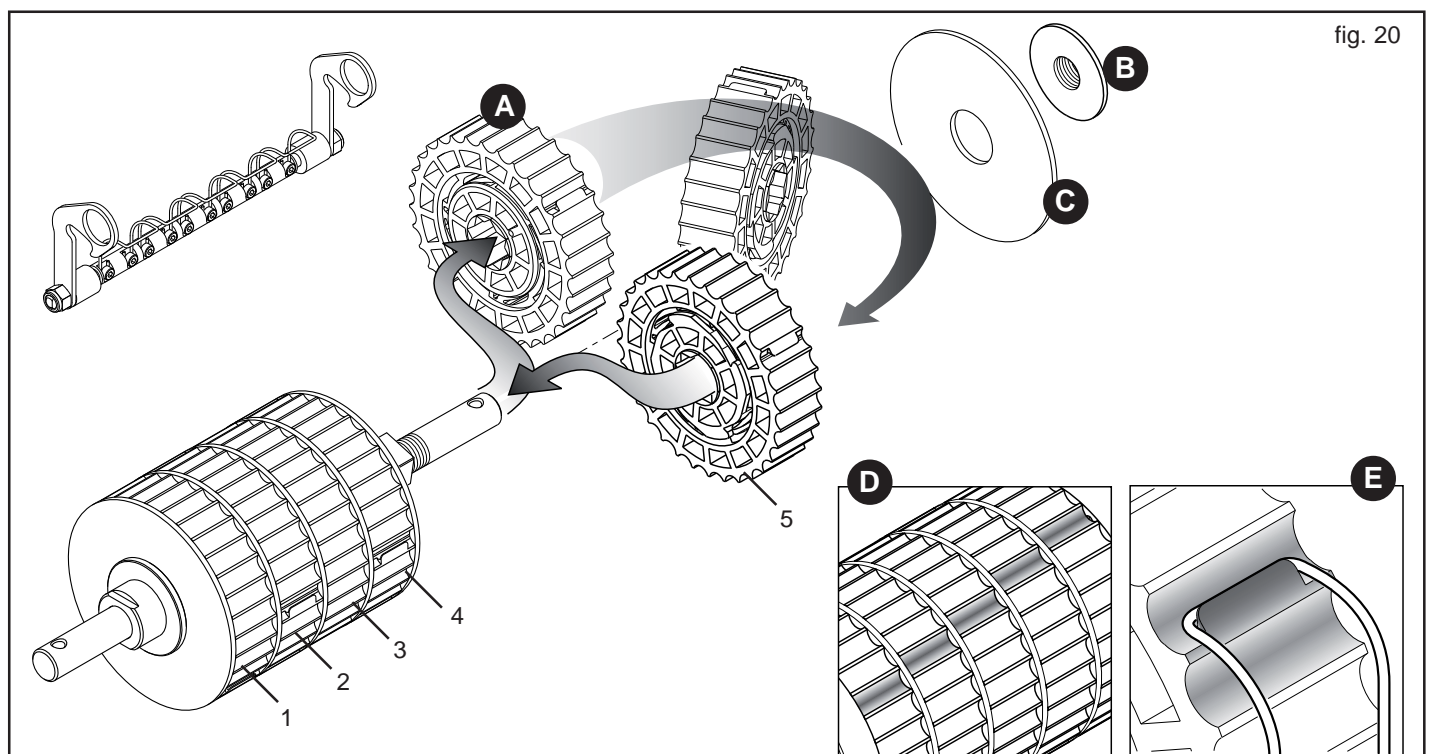

fig. 20
Premesso che ogni settore (A, Fig. 20) distribuisce il 20% di prodotto dell'intero rullo dosatore, è possibile aumentare i settori in lavoro e ridurre rispettivamente la velocità di rotazione del cambio, ottenendo una distribuzione omogenea.
Dopo aver smontato il rullo di dosaggio dall'attrezzatura, svitare il pomello (B, Fig. 20) e togliere la ghiera di bloccaggio (C). Sfilare il settore o i settori da escludere e rimontarli capovolti di 180° **rispettando le posizioni** (1-2-3-4-5, Fig. 20).
Nel rimontare i settori, fare in modo che in condizioni di lavoro quelli attivi presentino le camere sfalsate una dall'altra (D, Fig. 20), per garantire continuità alla distribuzione.
Bloccare l'elemento pulitore nella posizione di lavoro, verificando che le molle non aggancino i settori precedentemente capovolti (E, Fig. 20) impedendone la rotazione e quindi la distribuzione.